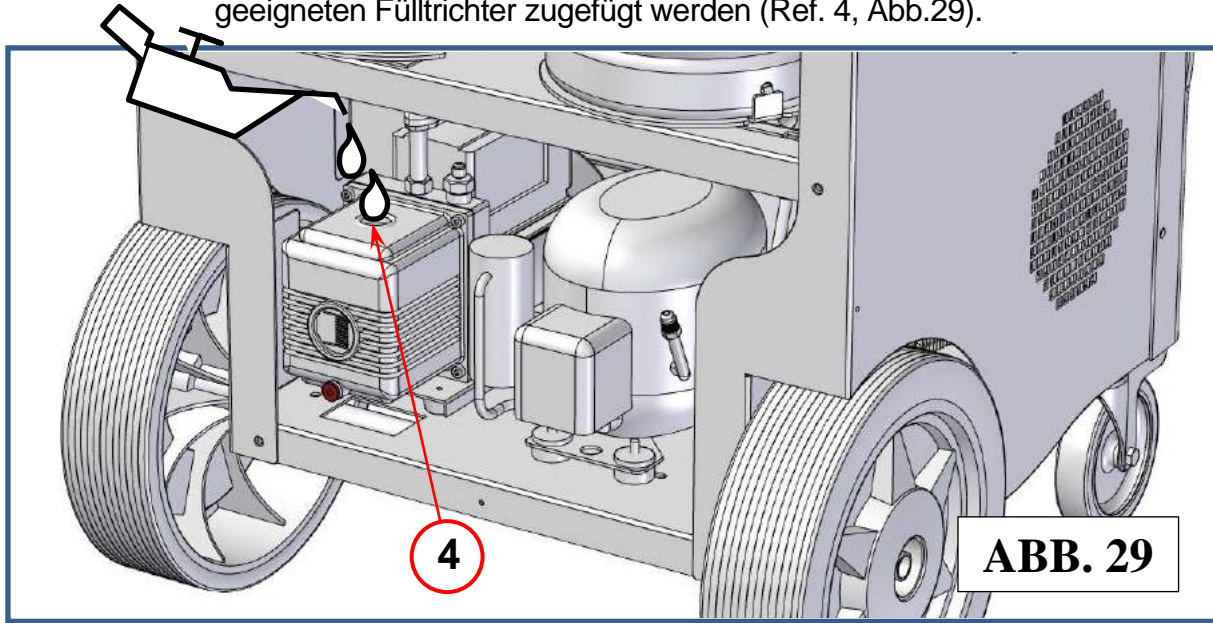
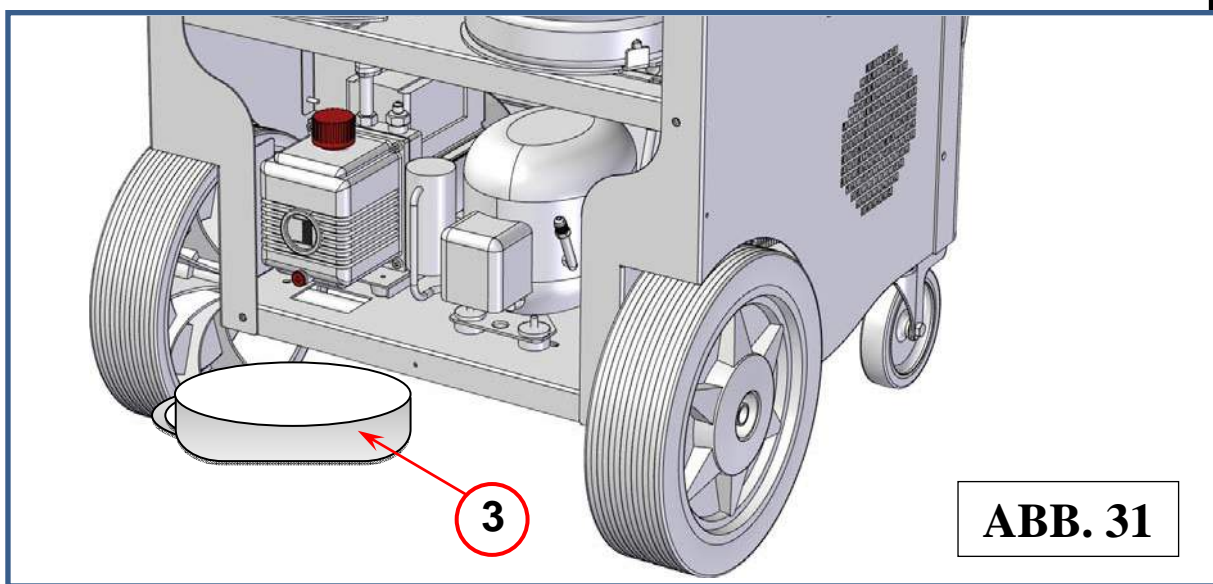

ABB. 29
ABB. 31
Das Öl muss durch den Schlauch, an dem die Einfüllkappe befestigt war, mit einem geeigneten Fülltrichter zugefügt werden (Ref. 4, Abb.29).
- 3) Einen Behälter (Ref. 3 Abb. 31) unter die Ablasskappe stellen (Ref. 2, Abb. 29).